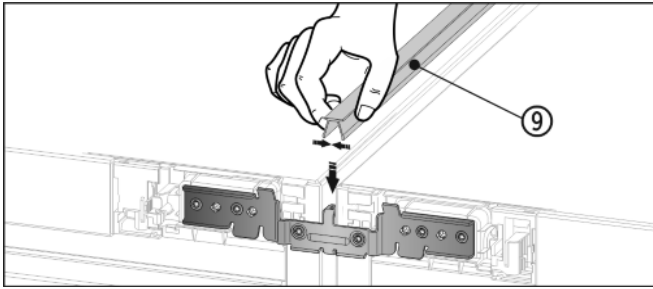

Fig. 13
- Auf der Oberseite die kurze Abdeckleiste Fig. 13 (9) in den horizontalen Spalt drücken.